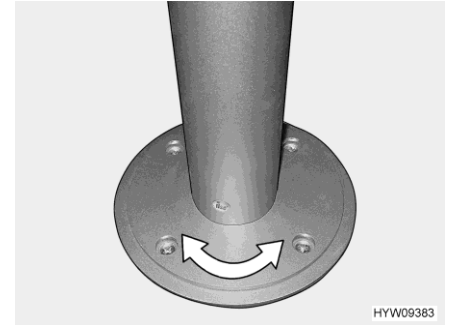

Fig. 57 Base de pedestal (giratoria)
- Girar el tablero de la mesa a la posición deseada. Para ello, se requerirá un poco de esfuerzo ya que el tablero de la mesa gira contra la resistencia por fricción en la base de pedestal (Fig. 57).